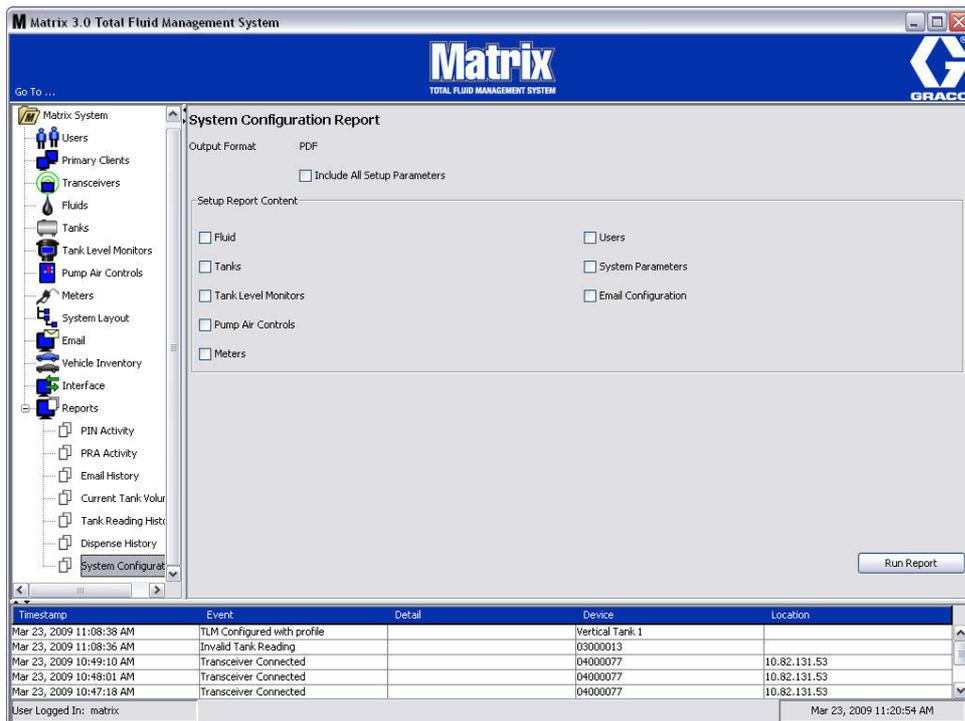

ABB. 179
- **Systemkonfiguration (ABB. 179)**